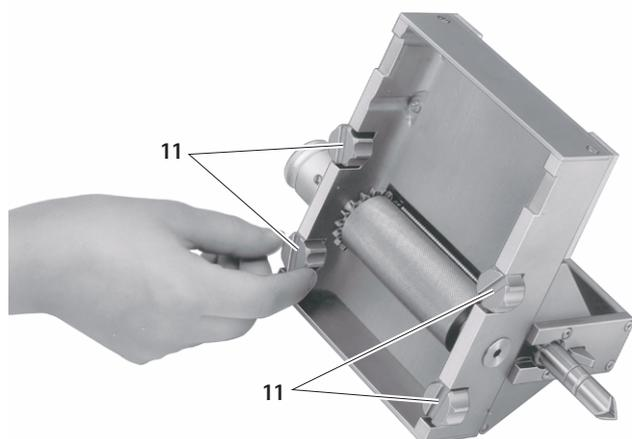

Fig. 1
- ▶ Dar la vuelta al equipo de corte 4 de forma que los cuatro tornillos 11 queden visibles, ver Fig. 1.